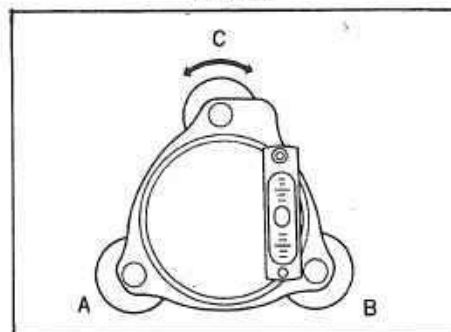

図51
- 5) さらに90°回転して横気泡管⑬をA、Bに直角の位置に置きます。気泡が中央からずれていれば、整準ねじCで中央に合わせます。(図51)